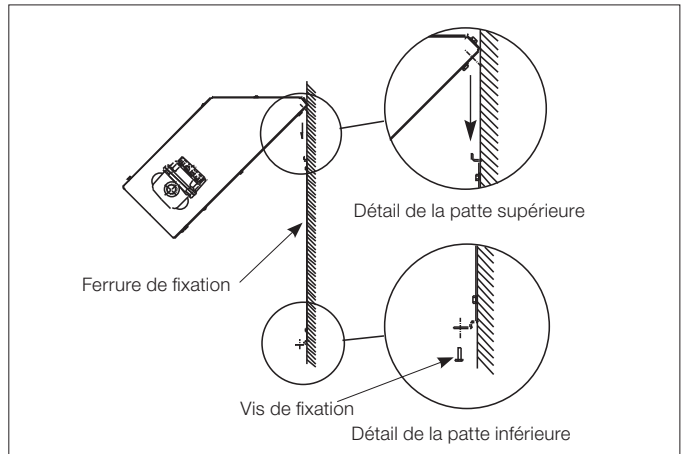

Figure 2
- 2.4 Après avoir fixé les ferrures de fixation, incliner le réchauffeur et l'abaisser dans les pattes supérieures de la ferrure de fixation afin que les pattes s'insèrent dans les fentes de fixation du panneau arrière du réchauffeur (Figure 2, page 21).
- 2.5 Basculer, soigneusement, le bas du réchauffeur dans les ferrures de fixation afin qu'il puisse reposer sur la patte inférieure (Figure 2, page 21).
- 2.6 Insérer les vis de fixation dans la patte inférieure de la ferrure de fixation et dans le boîtier afin que le réchauffeur ne se déloge pas de la ferrure de fixation (Figure 2, page 21).